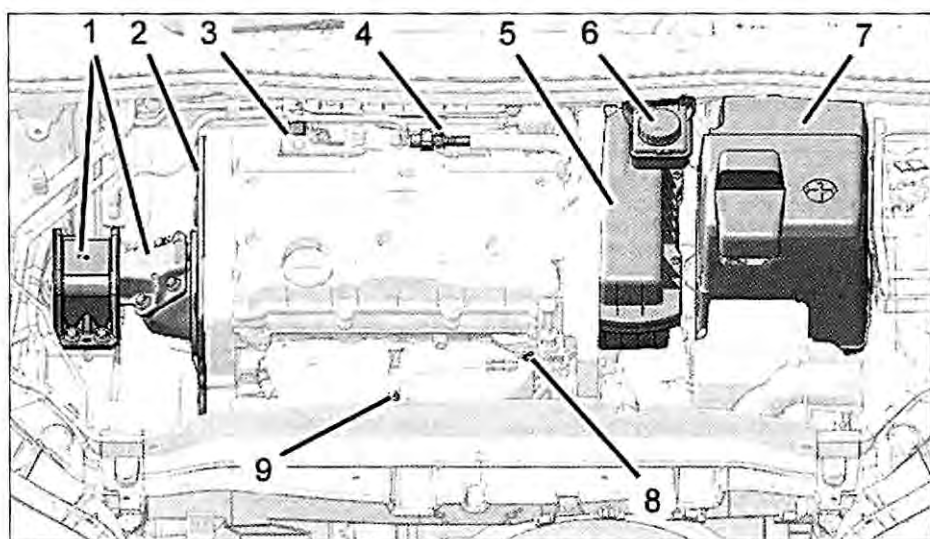

FIG. 24
- Separar el depósito de líquido de freno (6) (Fig.24).
- la tapa batería (7)
- la caja filtro de aire (5)
- el rácor engatillable (3) de llegada del combustible
- el soporte motor derecho (1)
- el cárter de distribución (2)
- el tornillo (8)